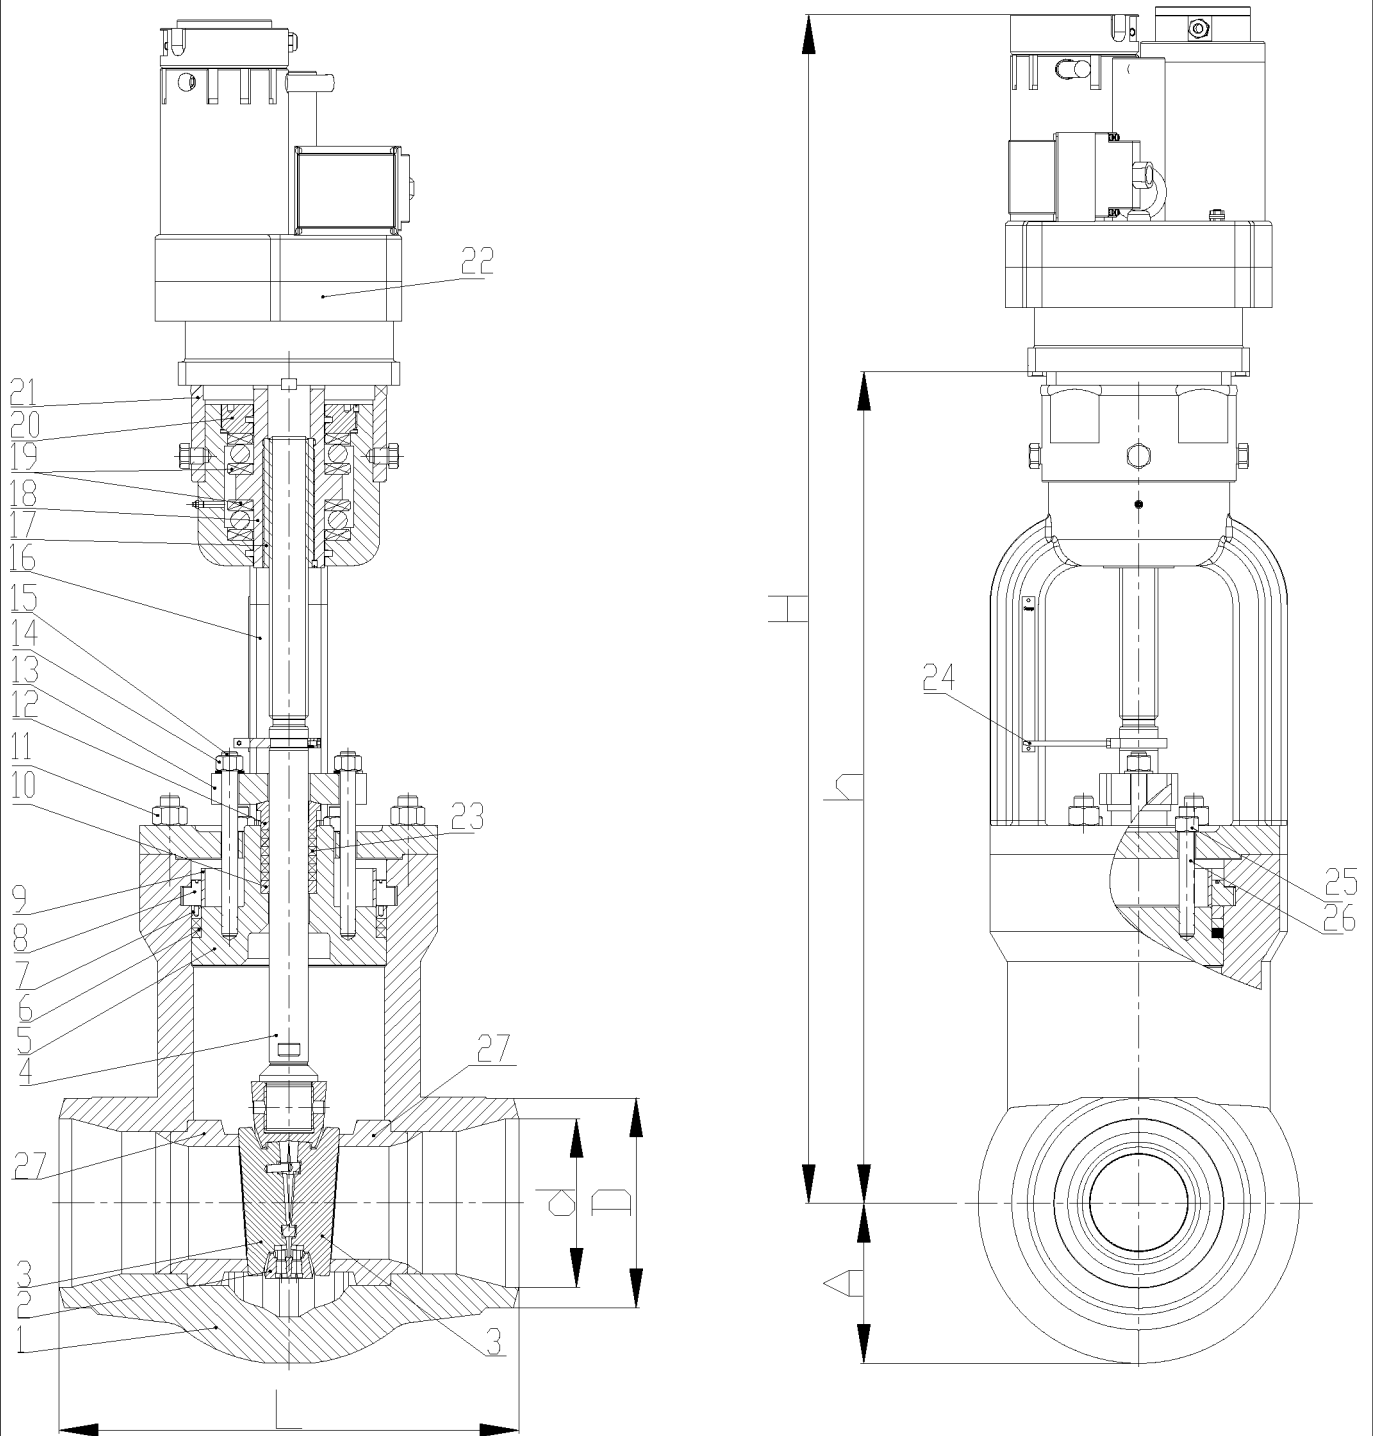
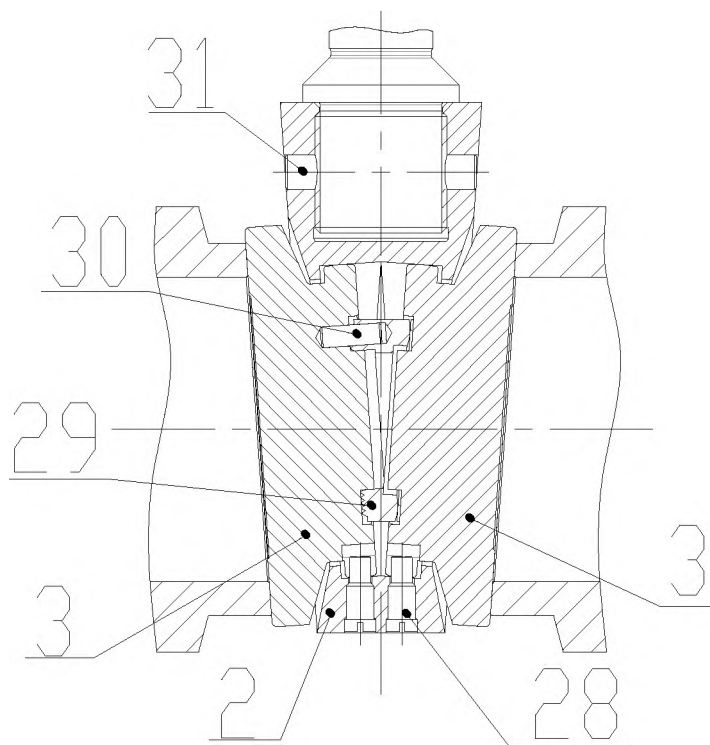

Рис. 1. Задвижка КЗ 116 с электроприводом ГИУОМ, DN 150 ÷ 250
Рис. 4. Запорный орган задвижки DN 150 ÷ 250
В конструкцию задвижки входят следующие узлы и детали (Рис. 1, 2):
1.7.2. Запорный орган (Рис. 4) состоит из двух тарелок 3, распираемых вставкой 29. Вставка 29 при помощи штифта 30 фиксируется в определенном положении на одной из тарелок. Тарелки 3 соединяются с обоймой 2 с помощью двух фиксаторов тарелок 28. Шпindelь 4 (Рис. 1) соединяется с обоймой 2 с помощью штифта 31.